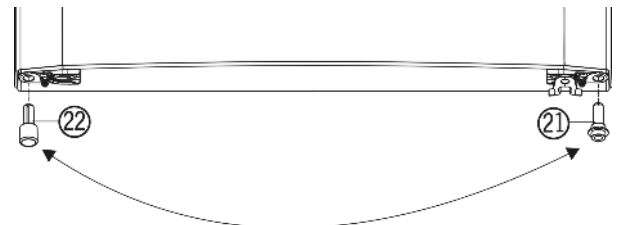

Fig. 5
- ▶ Unten links das Distanzteil Fig. 5 (22) aus der Tür herausnehmen.
- ▶ Das Distanzteil *Fig. 5 (22)* wieder rechts unten in die Tür einsetzen.